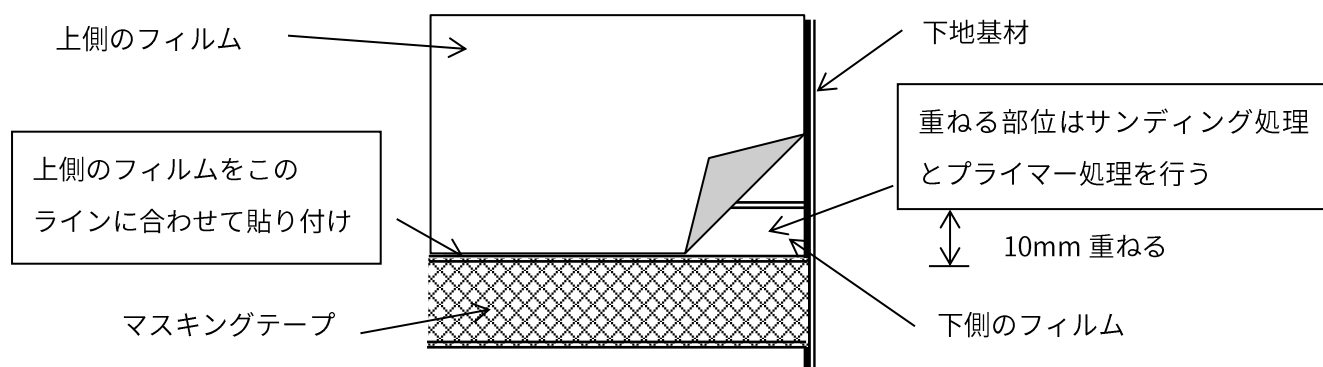

図3.5.2 フィルムのジョイント部分
- ・ フィルムを上下でジョイントする必要がある場合は、先に下側のフィルムを貼り、約 10mm 重ねて上側のフィルムを貼り付けてください (図 3.5.2)。この時、フィルムは横方向に貼り付けていくことになります。また、重ねる部分の下側のフィルム表面はサンドペーパー#180 で研磨して表面を平滑にした後、プライマー DP-900N3 を塗布乾燥のうえ、上側のフィルムを貼付してください。サンディング処理およびプライマー処理をするときは、マスキングテープなどを利用し、重ねる部分からはみ出さないようにご注意ください。